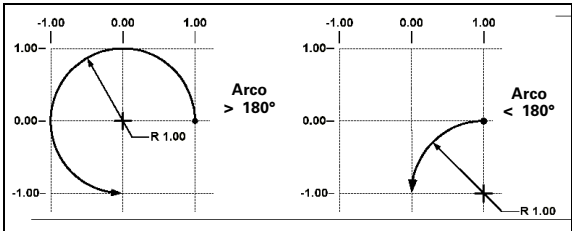

Fig. I.51
**ARCO> 180° y ARCO< 180°:** Un arco > 180° tiene un ángulo mayor de 180 grados. Un arco < 180° tiene un ángulo menor de 180 grados. Véase Fig. I.51, en el que ambos ángulos están representados de forma gráfica.